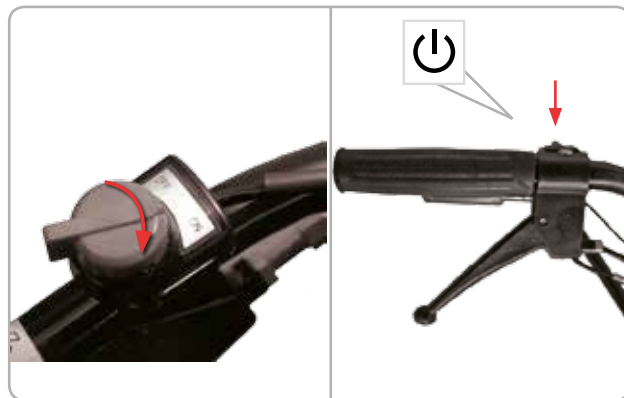

Fig.9
**Pornirea motoculturului (Fig.9,10,11):**